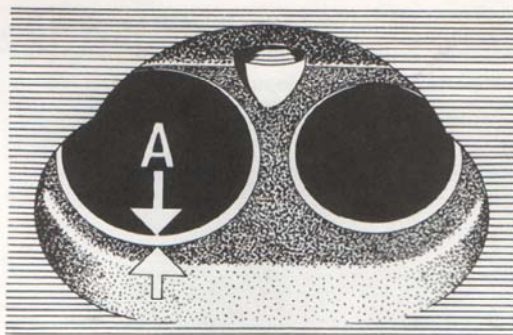

Bild 27. Ventilsetsbredd
2. Slipa ventilensätena. Använd en eldriven slipmaskin eller ev. handfräs. Styrspindeln måste sättas fast noga före arbetet och utslitna styrningar vara bytta mot nya. Sätet slipas tills fullgod tätningssyta erhålles. Vinkeln är 45° och tätningssytans bredd bör vara ca 2 mm, se "A" bild 27. Blir tätningssytan för bred efter renslipning kan den reduceras inifrån med en slipskiva av 70° vinkel, och utifrån med en 20° slipskiva.